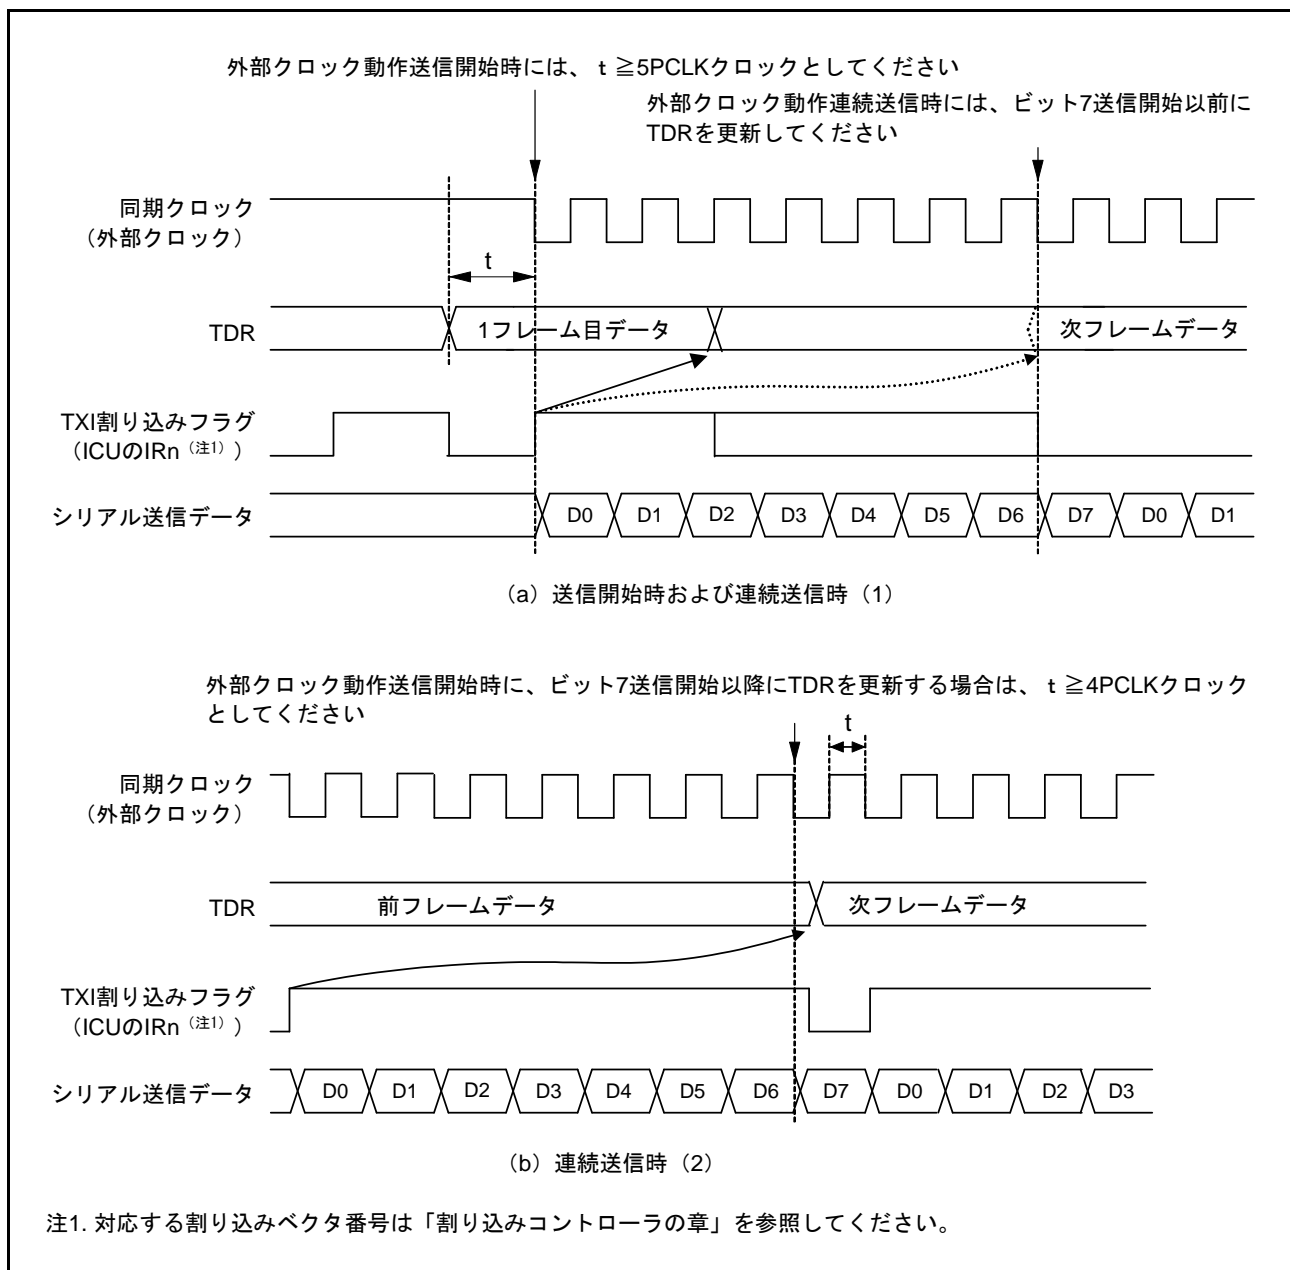

図 25.58 クロック同期式モード送信での外部クロック使用の制約事項
CPU または DTC による TDR レジスタの更新後、PCLK で 5 クロック以上経過した後に送信クロックを入力してください (図 25.58 参照)。
(2) 連続送信時
- ビット7の送信クロックの立ち下がり以前に、TDR または TDRL レジスタに次の送信データを書き込んでください (図 25.58 参照)。
- ビット7送信開始以降に TDR を更新する場合は、同期クロックが Low の期間に TDR を更新し、かつビット7の送信クロックの High 幅を、4PCLK クロック以上にしてください (図 25.58 参照)。